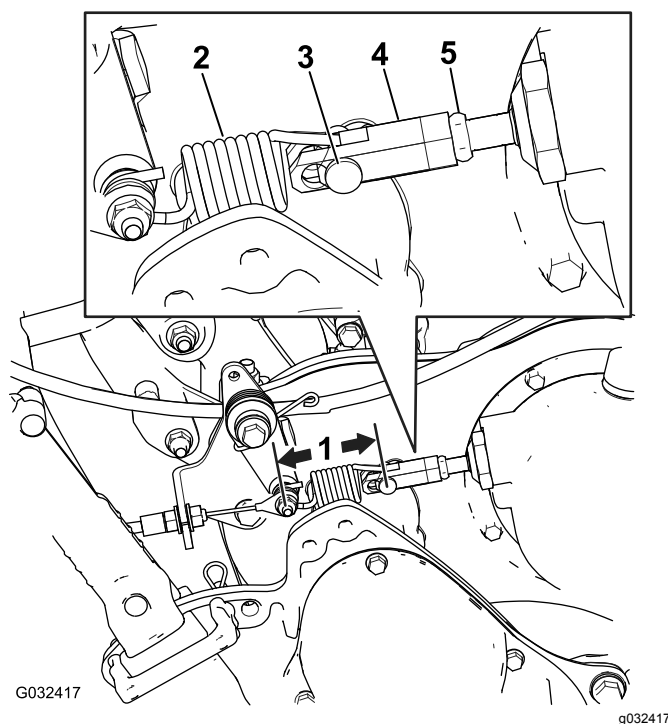

Figure 48
2. Mesurez la distance entre la goupille et l'extrémité du ressort de commande de déplacement (Figure 48) ; si elle n'est pas comprise entre 7,3 et 7,6 cm, réglez l'embrayage en procédant comme expliqué ci-après.
- B. Desserrez l'écrou de blocage sur le tendeur et retirez l'axe de chape, en détachant le ressort du tendeur (Figure 48).
- F. Mesurez la distance entre la goupille et l'extrémité du ressort de commande de déplacement (Figure 48) ; répétez les opérations A à F jusqu'à ce qu'elle soit comprise entre 7,3 et 7,6 cm.